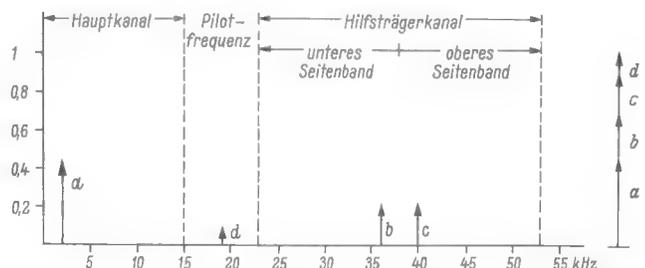

Bild 12. Aufteilung des max. Frequenzhubes auf das Summensignal, den Pilotton und das Hilfsträgerersignal
4.6 Ist nur ein rechtes (R) oder linkes (L) Signal vorhanden, dann soll der durch den Hauptkanal erzeugte Frequenzhub des Hauptträgers (FM-Senders) 45 % des gesamten Hubes nicht überschreiten (a in Bild 12).
4.7 Ist nur ein rechtes (R) oder linkes (L) Signal vorhanden, dann soll der durch die Summe der Seitenbänder des Hilfsträgerkanals verursachte Frequenzhub des Hauptträgers (FM-Senders) 45 % des gesamten Hubes nicht überschreiten ($b + c$ in Bild 12).
4.8 Unter den Bedingungen von 4.6 und 4.7 beträgt der gesamte Modulations-Frequenzhub 100 % – eingerechnet 10 % für den Pilotton (d in Bild 12).